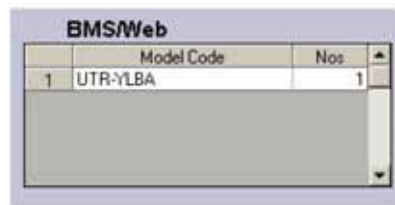

Рис. 6.5.2
2 При нажатии на кнопку "BASnet" (2) ПДУ для выбранной системы (8) будут отображены в окне (10), см. рис. 6.5.2.